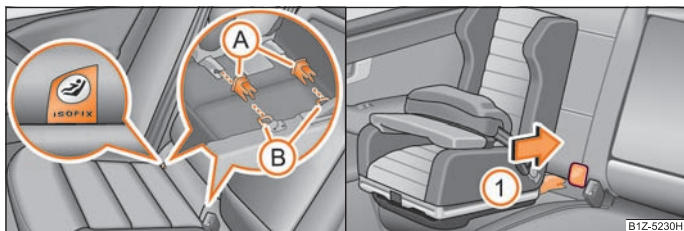

Fig. 147 Inelele de prindere (sistem ISOFIX) / scaunul pentru copii ISOFIX se montează în dispozitivele de prindere existente
Între spătarele scaunelor din spate și suprafața de șezut, se găsesc două inele* pentru fixarea scaunului pentru copii cu sistem „ISOFIX”. La scaunele laterale din spate, inelele se găsesc sub tapiserie. Locurile de amplasare sunt marcate prin însemnul „ISOFIX” ⇒ fig. 147 - stânga.
- Elementul de prindere (A) se introduce în inelele (B) existente la baza îmbinării spătarului scaunului cu pernă ⇒ fig. 147.
- Împingeți brațul de fixare al scaunului în inelele de prindere în sensul indicat de săgeata (1), până se fixează cu zgomot ⇒ fig. 147.